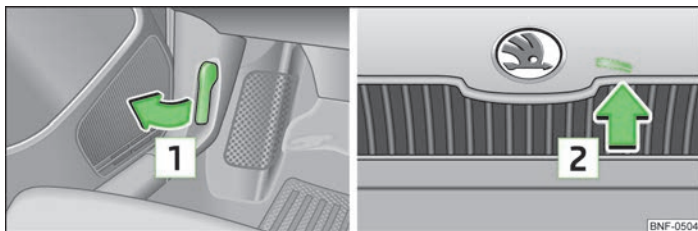

Fig. 97 Deblocarea capotei motorului
- Trageți de maneta de deblocare , de sub bord, în sensul săgeții » fig. 97.
- Presați maneta de deblocare în sensul indicat de săgeata  » fig. 97, capota motorului se deblochează.